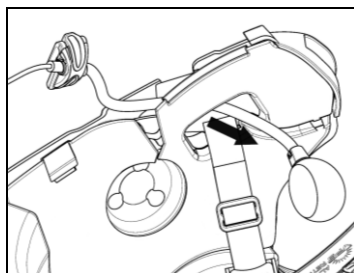
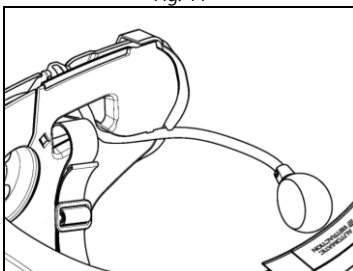

Fig. 12
Fig. 13
- Insérez le micro à l'intérieur de l'œillet (Fig. 12) et positionnez-le dans le logement prévu à cet effet, en insérant le bras du microphone dans la rainure présente sur la structure de fixation de la mentonnière (Fig. 13).